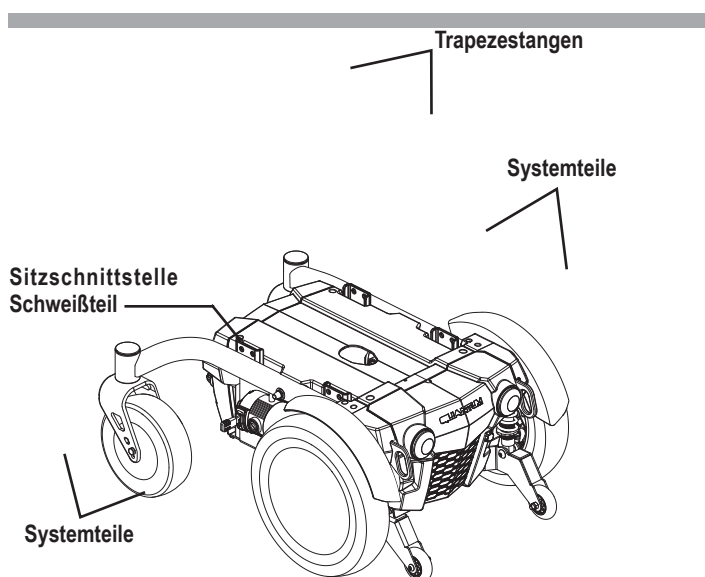

Bild 10. Sitzhöhen- und Winkelverstellung
7. Entfernen Sie die Verbindungen zwischen Trapezstangen und Sitzschnittstelle. **Siehe Bild 10.**